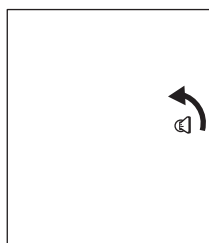

図2 (裏扉)
- ① カギを差し込み左に回し扉を開け、荷物を取り出します。(図2)